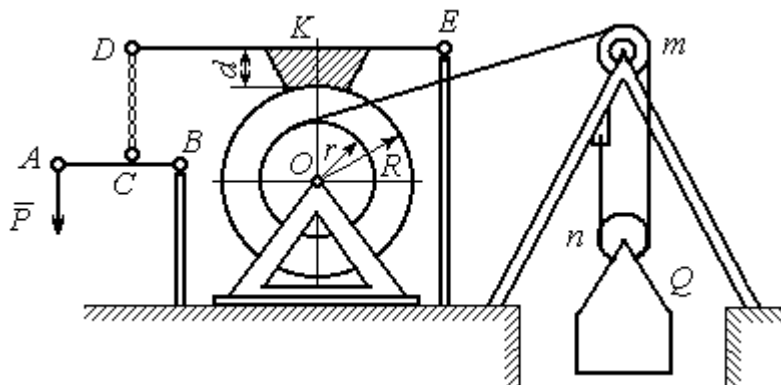

Рис. 1.56. Ворот с колодочным тормозом
**Задача 19.** Для подъёма и опускания грузов в выработках используется ступенчатый ворот с тормозом, изображённый на рис. 1.56. Радиусы большой и малой ступенек барабана ворота  $R = 0,5$  м и  $r = 0,2$  м. Ворот тормозят, надавливая на конец  $A$  рычага  $AB$ , соединённого цепью  $CD$  с
концом  $D$  тормозного рычага  $ED$  с расположенной на нём тормозной колодкой. Коэффициент трения между тормозной колодкой и барабаном ворота  $f = 0,4$ . На малой ступеньке барабана ворота навита верёвка, другой конец которой, переброшенный через невесомые неподвижный блок  $m$  и подвижный блок  $n$ , удерживает груз  $Q$  весом 1 кН (см. рис. 1.56). Угол наклона к горизонту участка верёвки, соединяющей барабан с неподвижным блоком  $m$ , составляет  $30^\circ$ .